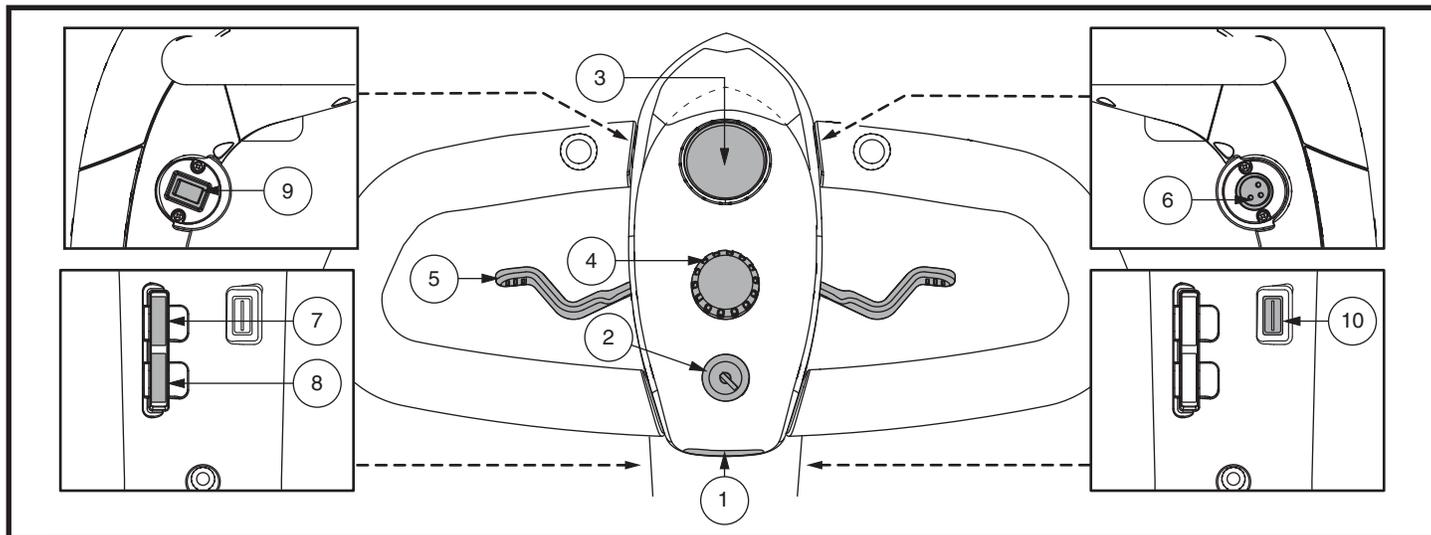

Abb. 5 Lenkerkonsole
Die Lenkerkonsole enthält alle Bedienelemente, die für die Handhabung Ihres Elektromobils nötig sind, einschließlich Fahrhebel, Hupe, Geschwindigkeitsvorwahlschalter und Batterieanzeige. **Siehe Abb. 5.**
1. Hupe (Pos. 1/ Abb. 5)
2. Schlüsselschalter (Pos. 2/ Abb. 5)
3. Batterieanzeige (Pos. 3/ Abb. 5)
4. Geschwindigkeitsvorwahlschalter (Pos. 4/ Abb. 5)
5. Fahrhebel (Pos. 5/ Abb. 5)
6. Ladebuchse (Pos. 6/ Abb. 5)
7. u. 8. Sicherungshalter am Lenker (Pos. 7 u. 8/ Abb. 5)
9. Lichtschalter (Pos. 9/ Abb. 5)
10. USB Lade-Adapter (Pos. 10/ Abb. 5)